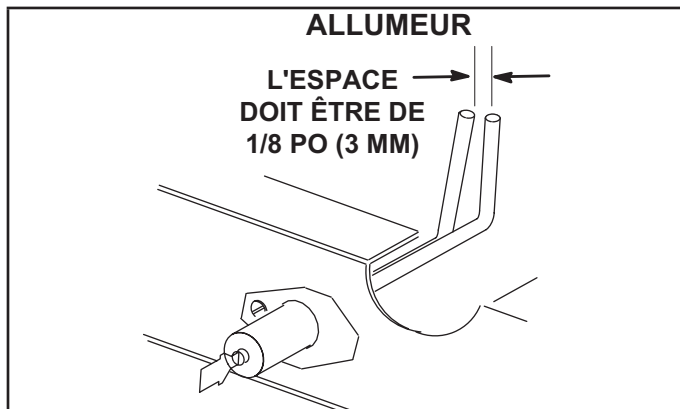

FIGURE 41
- 5 - Localisez l'allumeur sous le brûleur droit. Vérifiez l'écartement des contacts à l'aide de mèches hélicoïdales ou de jauges d'épaisseur de la taille appropriée. Reportez-vous à la FIGURE 41.